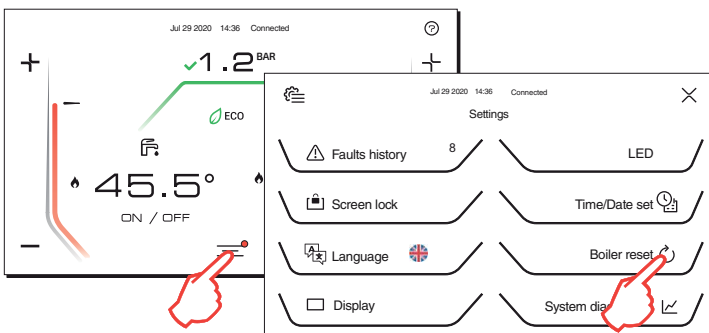

fig. 34
- 2 - Atingând pictograma meniului principal și apoi [Resetare centrală], când apare un ecran similar cu cel afișat în fig. 34 (pictograma meniului principal, cu un punct roșu).